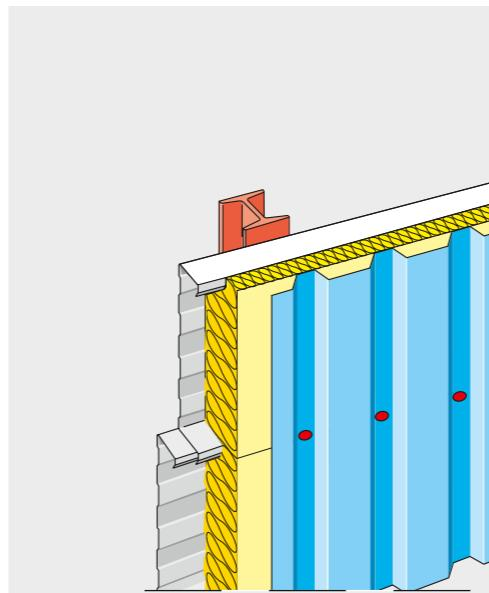

Fig. 1 - Horizontale binnendozen, verticale buitenbeplating
- Horizontale binnendozen, verticale buitenbeplating ISOVER Cladisol wordt in de binnendozen geplaatst. Ter plaatse van de binnendoosflessen heeft ISOVER Cladisol over de volle lengte een snede. De geprofileerde buitenbeplating wordt door de ISOVER Cladisol heen, aan de flenzen van de binnendozen bevestigd (fig 1).
- Caissons horizontaux bardage extérieur vertical ISOVER Cladisol est posé dans les caissons. Au droit des lèvres du caisson, ISOVER Cladisol présente, sur toute sa longueur, une entaille. Le bardage vertical extérieur est fixé au travers du ISOVER Cladisol juste au droit des lèvres du caisson (fig 1).